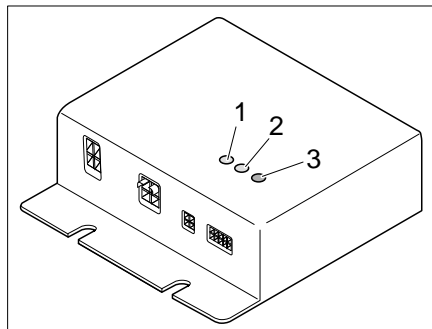

Bild 301 Regelgerät
Das Regelgerät (Bild 301) ist im Kleiderschrank eingebaut. Die Kontroll-Leuchten auf dem Regelgerät haben folgende Bedeutung:
- Kontroll-LED (Bild 301,1) HK1 leuchtet grün: Heizkreis 1 ist in Betrieb
- Kontroll-LED (Bild 301,2) HK2 leuchtet grün: Heizkreis 2 ist in Betrieb
- Fehler-LED (Bild 301,3)